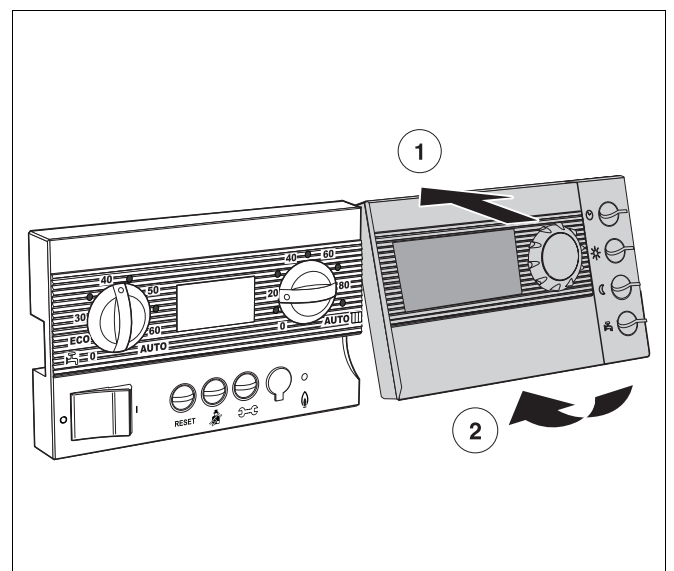

Abb. 2 Raumstation eS 73 einhängen
- Raumstation eS 73 in Pfeilrichtung an der Oberkante der Grundplatte einhängen (Abb. 2, **Pos. 1**).
- Raumstation eS 73 in Pfeilrichtung leicht nach oben drücken, bis diese einrastet (Abb. 2, **Pos. 2**).